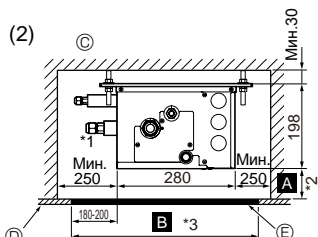
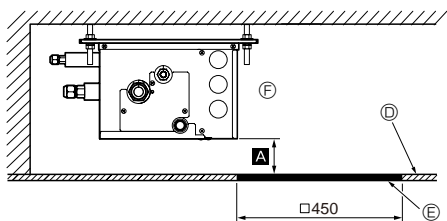

Fig. 4-6
Fig. 4-7
(2) Вид сбоку (Fig. 4-6, Fig. 4-7)
В случае "□ 450" подготовьте отверстие для техобслуживания со стороны печатной платы (как показано на Fig. 4-7), при этом в качестве расстояния **A** необходимо "минимум 300 мм".